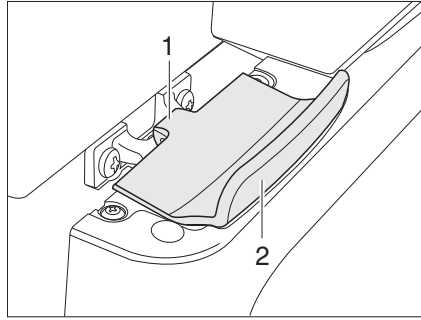

Fig. 212 Dispositif de verrouillage de la porte du réfrigérateur, fermé (Thetford)
- Ouvrir la porte du réfrigérateur sur la poignée (Fig. 212,2). Le verrouillage (Fig. 212,1) sera débloqué automatiquement.